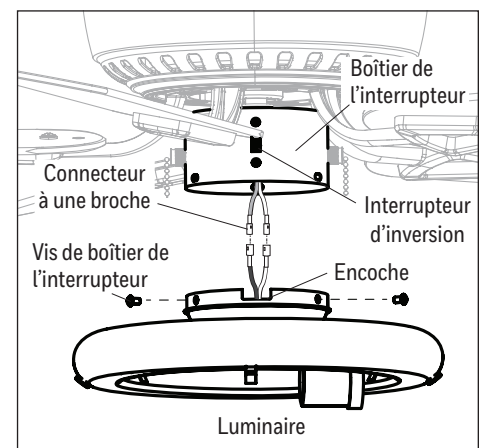

Figure 4.6
- Retirez les trois vis du boîtier de l'interrupteur du rebord supérieur du luminaire. Branchez les connecteurs à une broche du boîtier de l'interrupteur aux connecteurs à une broche de l'ensemble du luminaire; le bleu avec le noir et le blanc avec le blanc. Utilisez ensuite les trois vis du boîtier de l'interrupteur précédemment retirées pour fixer le luminaire au boîtier de l'interrupteur. **Remarque :** Alignez l'encoche du luminaire sur l'interrupteur d'inversion (Figure 4.6).